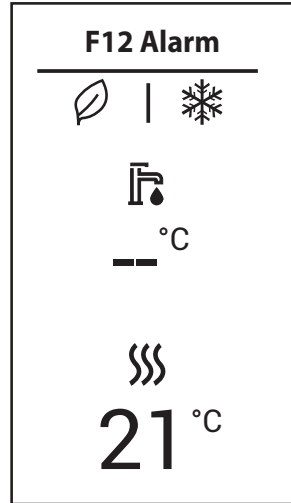

fig. 6
**Anomalie de tip mesaj (fig. 6):** Anomalia nu compromite funcționarea centralei. Mesajul dispare atunci când problema este rezolvată.